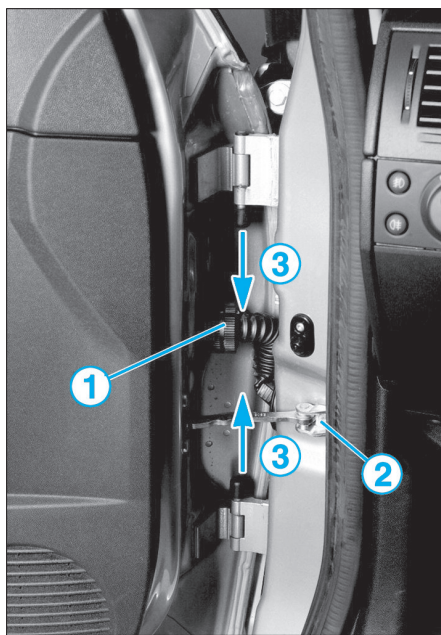

FIG. 46
- Débrancher le connecteur (1) sur la porte (Fig.46).